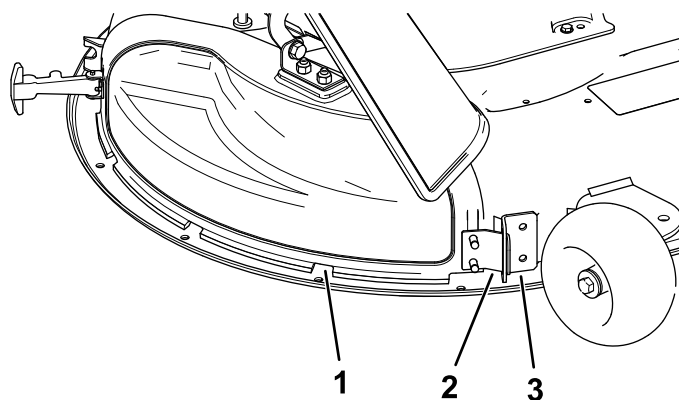

Figuur 11
3. Maak de buigbare vergrendeling los van de grendelhouder op de afvoerafsluiter en kantel de afvoerafsluiter naar rechts (**Figuur 11**).
6. Bevestig de afvoerafsluiter aan het maaidek door de buigbare vergrendeling op de afvoerafsluiter te bevestigen aan de houder op het maaidek (Figuur 11).